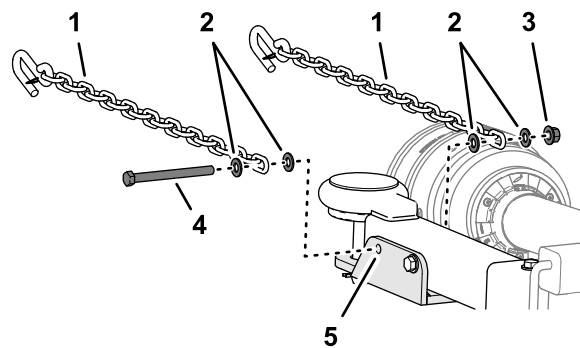

Figura 2
- Monte las 2 cadenas de seguridad en la horquilla (Figura 2) con 2 tornillos de caperuza ($\frac{1}{2}$ " x $5\frac{1}{2}$ "), 4 arandelas ($\frac{1}{2}$ ") y la contratuerca con arandela prensada.